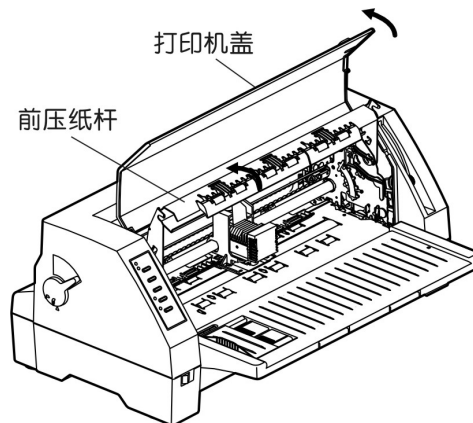

图 2-6：打开打印机盖子
- 2) 轻抬打印机盖右边的手指扣位，打开打印机盖；向外上方拉起前压纸杆，将其置于打印机前上方。如图 2-6 所示：